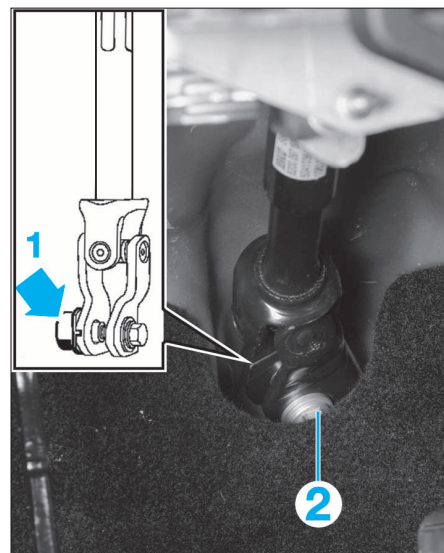
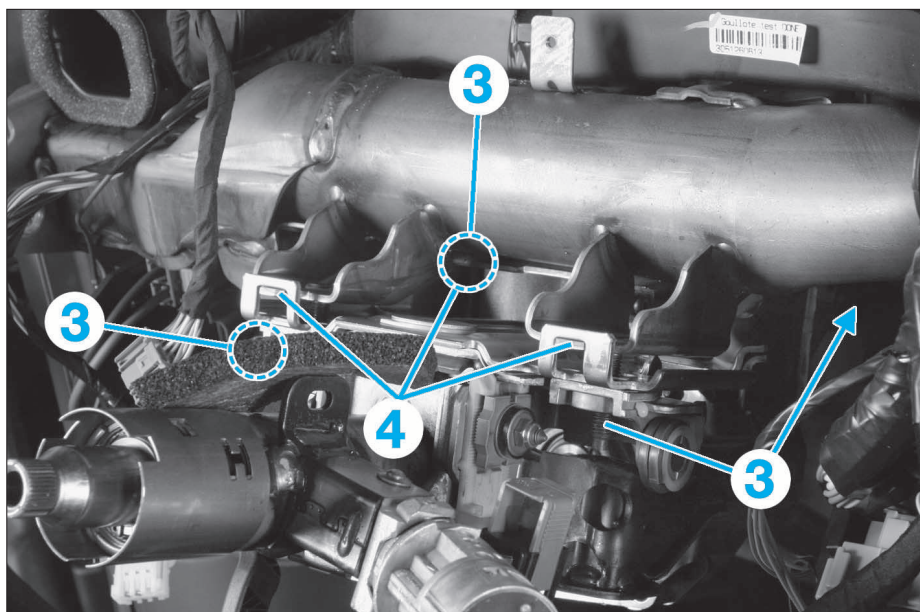

FIG. 6
FIG. 7
- Extraire la cloche (1) de la chape rabattable (ne pas la conserver) (Fig.6).
- Déposer la vis (2) et l'écrou de chape rabattable (ne pas les conserver).
- Déposer les écrous (3) de fixation de la colonne de direction sur la traverse (Fig.7) puis faire reposer la colonne sur les butées (4).
Remplacer systématiquement la vis de fixation du volant ainsi que la vis et l'écrou-came de chape rabattable. Respecter le sens de montage de la vis et de l'écrou-came de chape rabattable (Fig.6). Avant de serrer la vis, tirer l'axe intermédiaire pour s'assurer de la présence de la vis dans la gorge. Avant de serrer les écrous (3), la colonne de direction doit tenir sur la traverse à l'aide des butées (4) avant et arrière (Fig.7).
⚠ Remplacer systématiquement la vis et l'écrou-came de chape rabattable. Respecter le sens de montage de la vis et de l'écrou-came de chape rabattable (Fig.6). Avant de serrer la vis, tirer l'axe intermédiaire pour s'assurer de la présence de la vis dans la gorge.